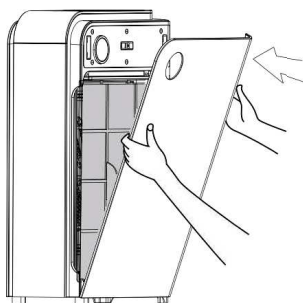

рис. 7
8. Установите переднюю крышку (1), обращая внимание на правильное закрепление ее в пазах, расположенных в нижней части корпуса прибора (8) (рис. 7). Убедитесь в том, что магнитные замки надежно удерживают крышку.